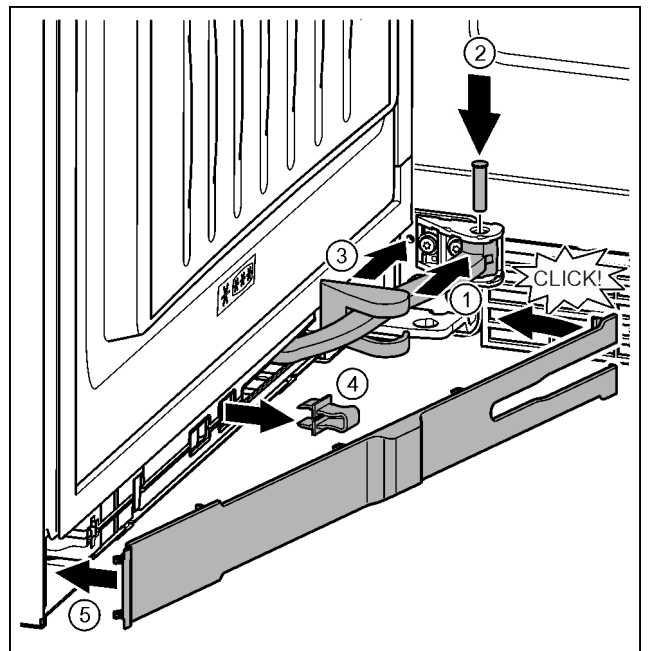

Fig. 40
- ▶ 将铰链旋转至悬挂装置。 Fig. 40 (1)
- ▶ 用 T15 螺丝刀将螺栓插入悬挂装置和铰链。同时注意止动凸轮需正确地处于凹槽中。 Fig. 40 (2)
- ▶ 沿着铰链推动托架盖，并将其安装到悬挂装置上。 Fig. 40 (3)
- ▶ 取下保险装置。 Fig. 40 (4)
- ▶ 将隔板放上并转入把手侧。 Fig. 40 (5)